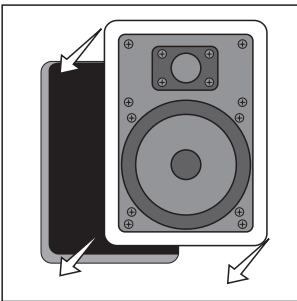
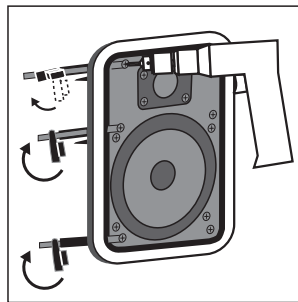

FIGURE 13
FIGURE 14
- Loosen the rotating wall clamps by unscrewing them. Make sure that the rotating wall clamps are flipped inwards so that your speaker fits into your cutout without nicking your wall. Then place the speaker carefully into the cutout [figure 13]. If you have a level, use it to help you correctly align the speaker. Tighten the wall clamp screws with a screwdriver. This will rotate the wall clamps and secure the speaker to the wall. Hint—on the RC55*i*, RC65*i* and RC85*i* models, tighten the center screws before tightening the corners for the most flush fit to your wall. *Do not overtighten the wall clamp screws* [figure 14].
- Desserrez les crampons rotatifs en les dévissant. Assurez-vous que les crampons rotatifs sont dirigés vers l'intérieur de façon à ce que votre haut-parleur puisse pénétrer l'embrasure sans érafler le mur ou le plafond. Placez ensuite délicatement le haut-parleur dans l'embrasure [figure 13]. Alignez correctement le haut-parleur à l'aide d'un niveau. Resserrez les vis des crampons avec un tournevis. Cela fera tourner les crampons et fixera solidement votre haut-parleur au mur ou au plafond. Conseil : pour les modèles RC55*i*, RC65*i* et RC85*i*, resserrez les vis du milieu avant de resserrer les vis des coins — le haut-parleur sera ainsi mieux affleuré. Ne serrez pas trop les vis des crampons [figure 14].